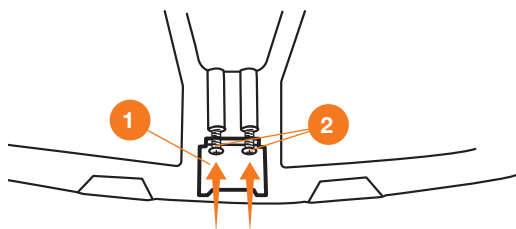

Рис. 4
- На защитный кожух установите подрезной нож **1** и закрепите его двумя саморезами **2**, снимите с ножа защитную накладку (Рис. 4).